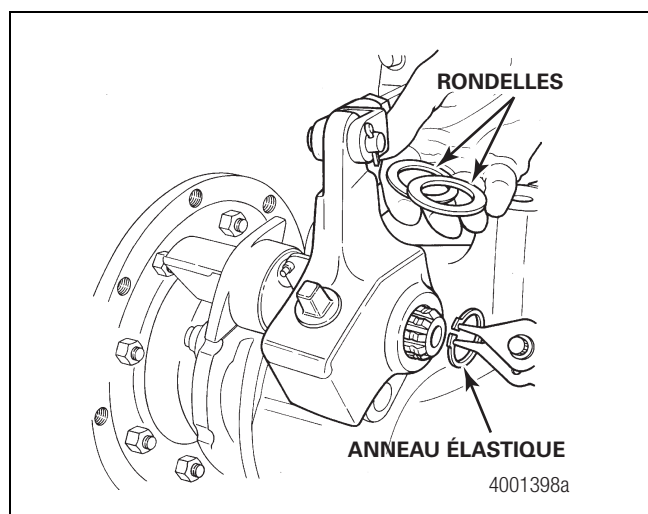

Figure 5.22
7. Installer le levier de réglage sur l'axe de came. Poser les rondelles et l'anneau élastique. Figure 5.22.